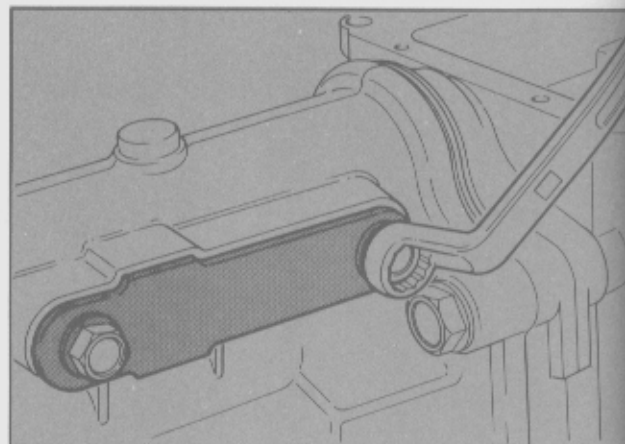

Fig. 46 - Ajuste de la placa de traba.
- Cuando el recorrido de la palanca de cambios sea el máximo en punto muerto y no encuentre obstáculo alguno, fijar la placa de traba ajustando los tornillos al torque indicado (Fig. 46).